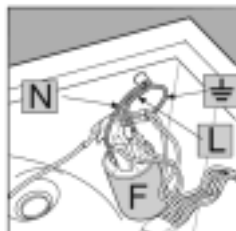

Рис. 2
3. Отсоедините провода от подавителя радиопомех **F** (рис. 2) в следующем порядке: голубой=**N**, затем коричневый=**L**, заземляющий провод $\equiv$ должен быть снят последним.
Вставьте кончик петли (отмеченный стрелкой на *рис. 2*) в отверстие для петли и нажмите на панель по направлению к машине. Закрепите 2 петли винтами типа **D**.